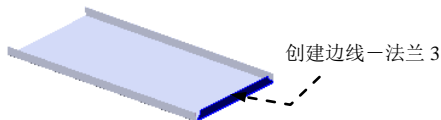

图 17.6.5 创建边线—法兰 3
Step4. 创建图 17.6.5 所示的边线—法兰 3（后侧）。